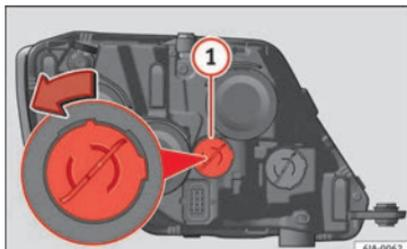

Fig. 95 Sostituzione della lampadina delle luci diurne.
- Girare il portalampada ►► **fig. 95** ① in senso antiorario e toglierlo.